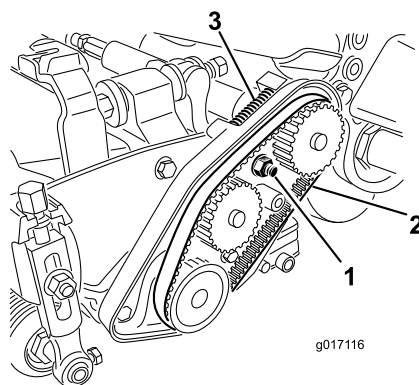

Рисунок 46
А. Ослабьте гайку крепления корпуса подшипника (Рисунок 46).
- С. Удалите все загрязнения из внутренней части отсека ремня и вокруг пружины сжатия (Рисунок 46).